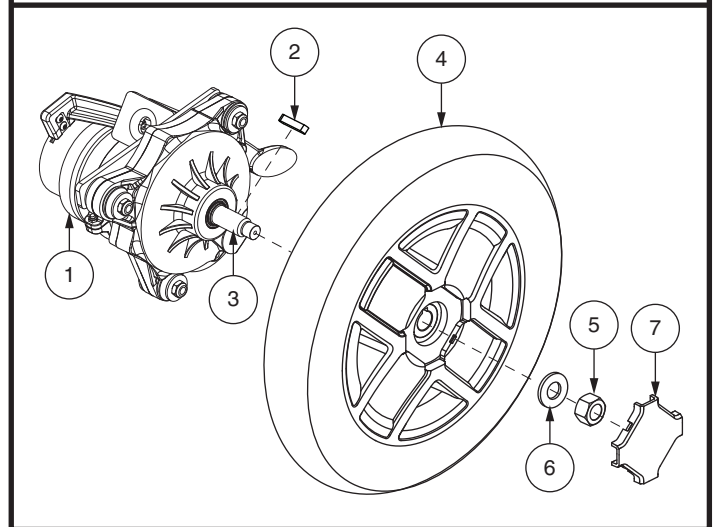

Figure 23. Enlèvement de la roue motrice
6. Retirez l'écrou et la rondelle de roue motrice sur l'essieu. **Voir la figure 23.**
9. Réinstallez la roue motrice, la rondelle et l'écrou sur l'essieu et serrez bien. **Voir la figure 23.**